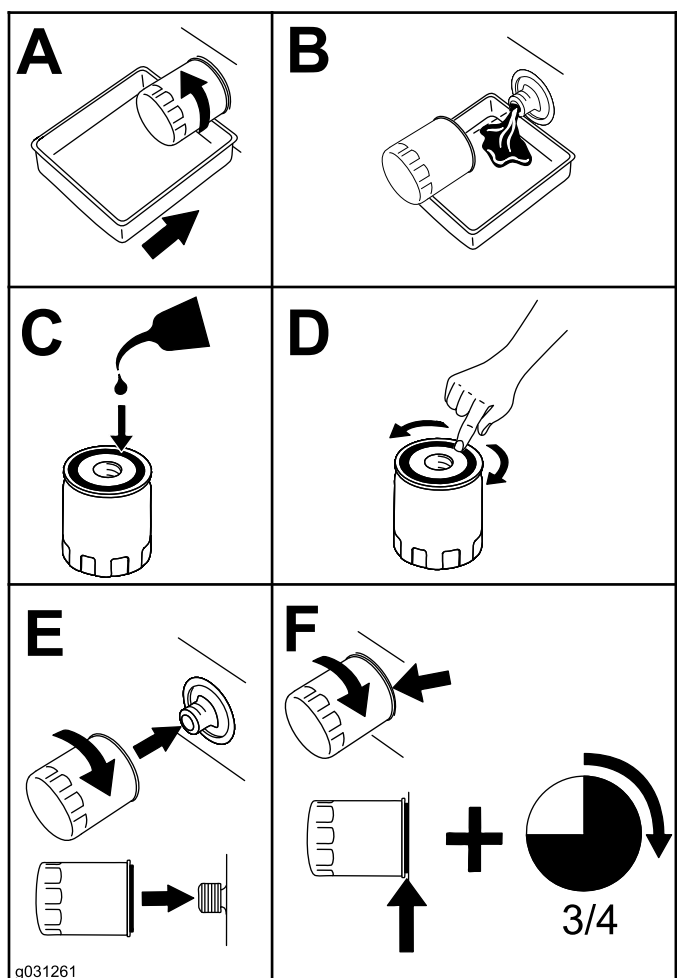

Figure 54
4. Remplacez le filtre à huile moteur comme montré à la Figure 54.